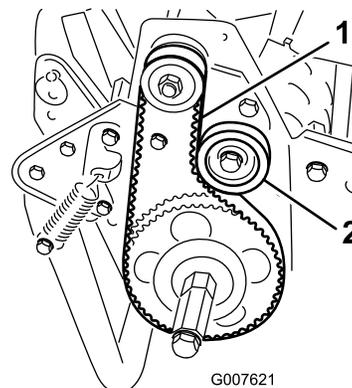

Figure 37
2. Contrôlez la tension en exerçant une force d'environ 18 à 22 N à mi-distance entre les poulies (Figure 37). La courroie doit présenter une flèche de 6 mm.
- A. Desserrez l'écrou de fixation de la poulie de tension et faites pivoter la poulie dans le sens horaire contre l'arrière de la courroie jusqu'à ce que vous obteniez la tension voulue (Figure 37).